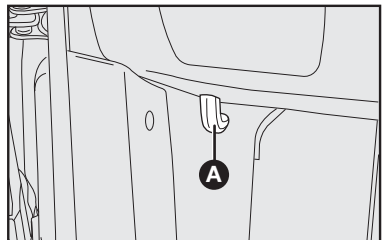

fig. 96
- 1) puxar a alavanca **A-fig. 96**.